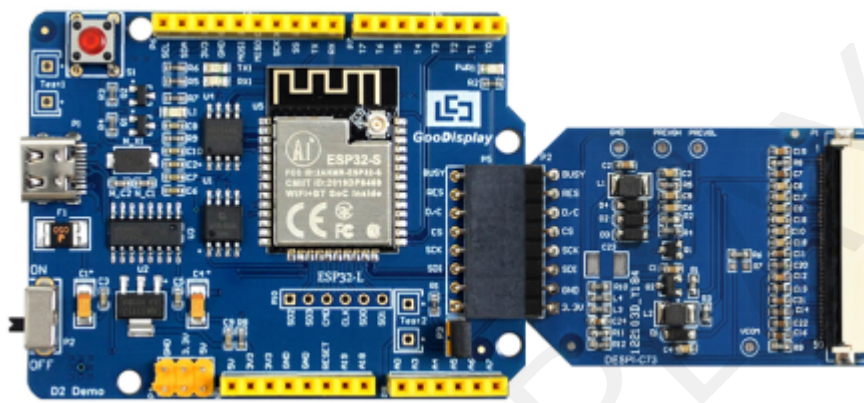

图 3 主板与转接板连接方式
1) 将主板和转接板以图 3 所示方式相连，将FPC 以图 4 所示方式连接至转接板的连接器（注意电子纸显示屏的连接方向）。